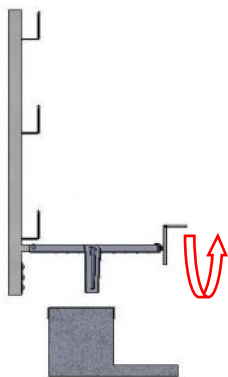
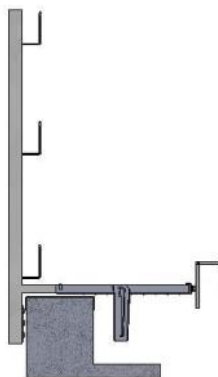
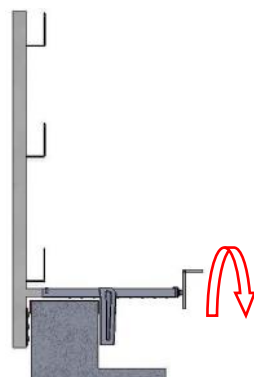

fig. 5
fig. 6
fig. 7
- Svitare la manovella aprendo la morsa per almeno 510 mm (vedi fig. 5 a pag 9);
- Sistemare la ganascia in modo da garantire un'apertura della morsa di qualche cm maggiore rispetto allo spessore del muretto cui serrare il singolo montante (vedi fig. 6 a pag 9);
- Utilizzando una piattaforma di lavoro in sicurezza, posizionare il montante sul cordolo in calcestruzzo armato (vedi fig. 5 pag. 9) in modo che la parte verticale aderisca all'esterno (vedi fig. 6 pag. 9), poi chiudere la morsa avvitando la manovella in senso orario (vedi fig. 7 a pag. 9), fino ad assicurare il massimo serraggio (coppia di serraggio applicata nelle prove per certificazione: 40 Nxm);